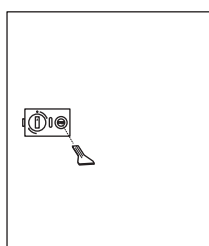

図1 (表扉)
■表扉より取り出す場合 (図1)
- ① カギを差し込み右に回し扉を開け荷物を取り出します。
- ② 取り出した後しっかり扉を閉めます。